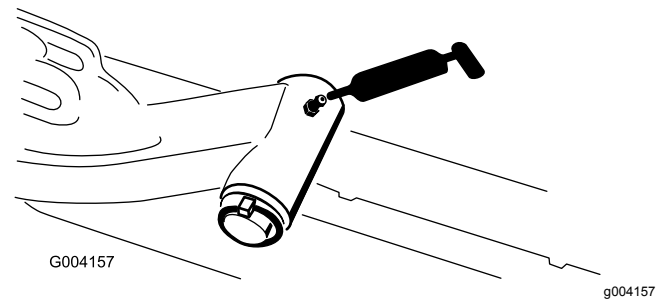

Figura 78
- Albero del perno del braccio di sollevamento (1 cad.) (Figura 78)